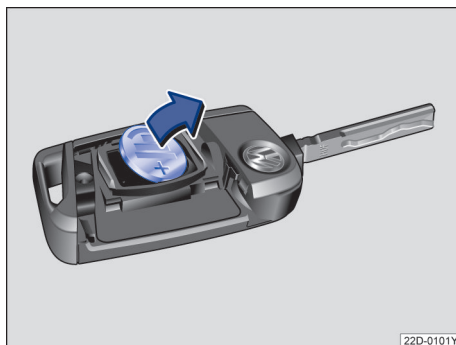

图 43 汽车钥匙：取出旧电池
- 用一合适的扁平器具从电池盒里撬出电池→图 43。
- 安放新电池，然后沿→图 43 箭头相反方向将其推入电池盒内。